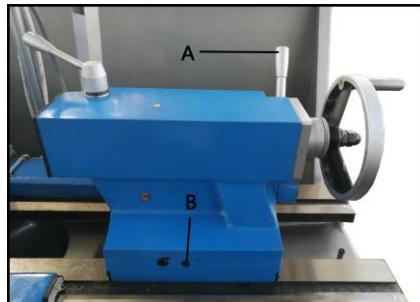

Fig 19
Pour déplacer la contre-pointe, desserrer la vis de blocage (A, Fig 19). Dévisser la vis de réglage située à l'avant (B) et régler avec la vis située à l'arrière.